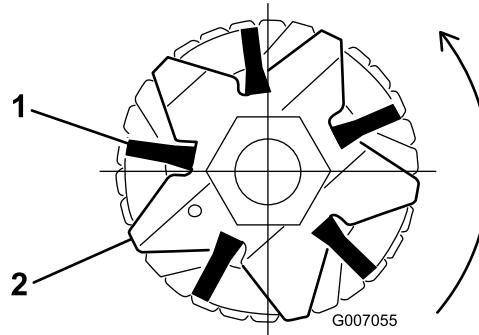

Figura 39
2. Asegúrese de que los cepillos se asientan en las ranuras de las cuchillas del acondicionador (Figura 39 y Figura 40).
3. Envuelva las cintas sin apretar como se muestra en Figura 40, alrededor del eje del molinete del acondicionador y los cepillos insertando las cintas en las ranuras de los cepillos Figura 39. Posicione los cepillos para que las cintas se encuentren entre las cuchillas siguientes 1–2, 14–15, 28–29 y 41–42.